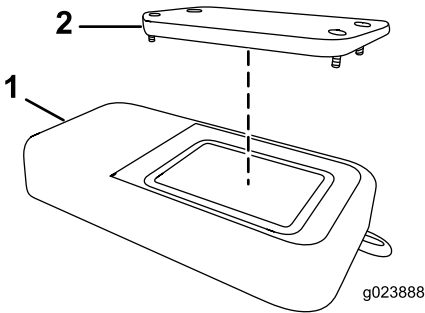

Bild 58
2. Entfernen Sie die Abdeckung (Bild 58).